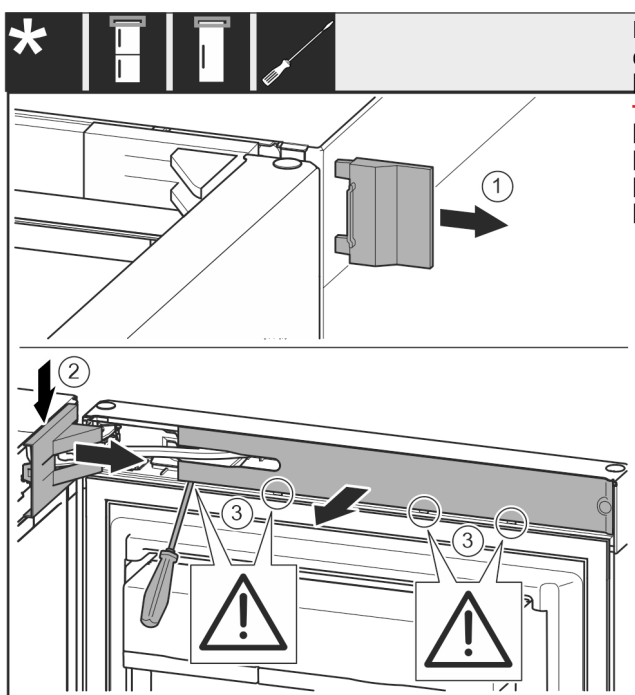

Fig. 10
- ▶ Rimuovere la copertura Fig. 10 (1).
- ▶ Disinnestare e allentare la copertura del blocco di supporto Fig. 10 (2).
- ▶ Rimuovere la copertura del blocco di supporto Fig. 10 (2).
- ▶ Disinnestare la maschera Fig. 10 (3) con un cacciavite a intaglio e ruotarla lateralmente.